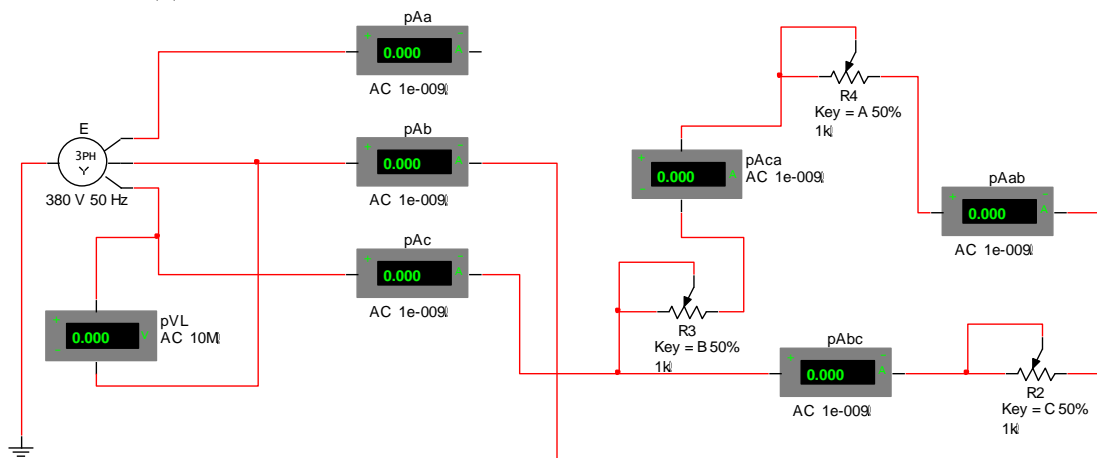

Рис. 3.13
11. Откройте файл 8.3 и включите цепь по схеме рис. 3.13.